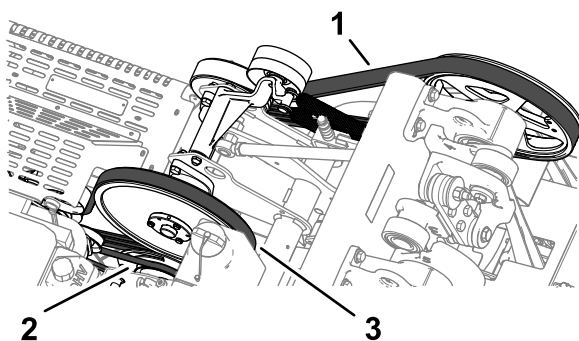

Figura 164
2. Inspeccione as correias da bomba hidráulica, do contraeixo e da cambota (Figura 164) enquanto a danos, desgaste, fissuras ou grandes detritos.